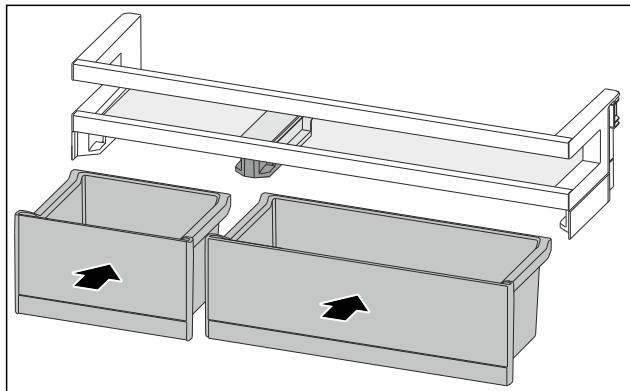

Fig. 128
- ▶ Поставете кутиите VarioBox в разменено разположение. (виж Fig. 128)